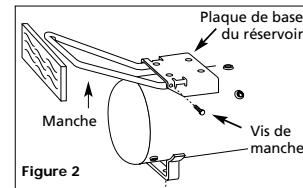

Figure 2
- Introduire le manche dans les deux bords de la plaque de base du réservoir. Serrer le manche afin qu'il s'ajuste dans les ouvertures spéciales dans la plaque de base (Voir Figure 2).